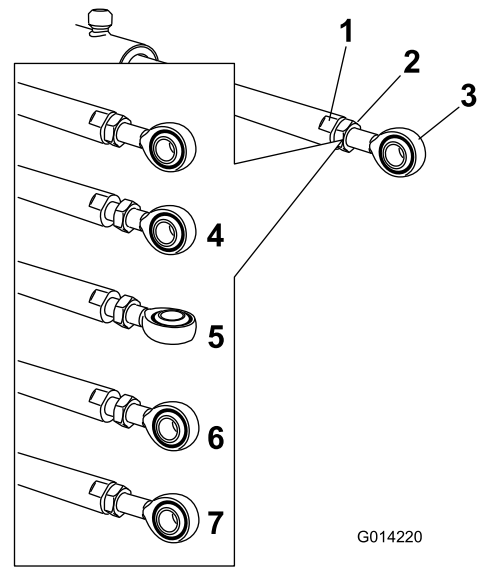

**Figura 93**
2. Retire la chaveta del pasador de giro (Figura 93).
3. Levante el brazo, retire el pasador (Figura 93), y baje el brazo lentamente al suelo.
9. Sujetando el brazo, introduzca el pasador a través del pivote del brazo y del émbolo del actuador (Figura 93).